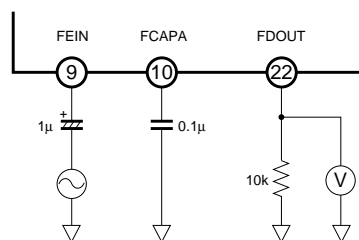
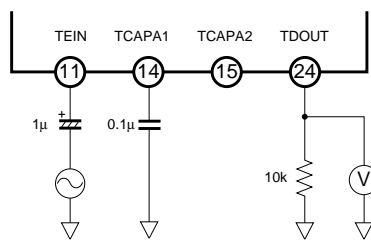
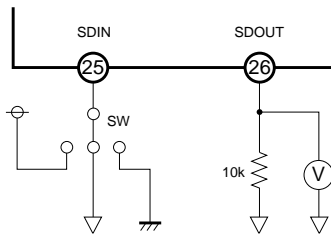
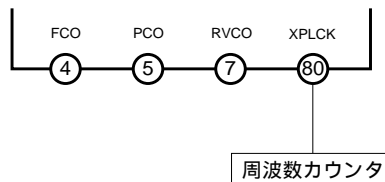

Fig.3
Fig.6
Fig.11
Fig.14
\*RVCO (7), FCAPA (10), TCAPA1 (14), TCAPA2 (15), FDOOUT (22), TDOOUT (24), SDOOUT (26) は Fig.3, Fig.6, Fig.11, Fig.14 にしたがいます。